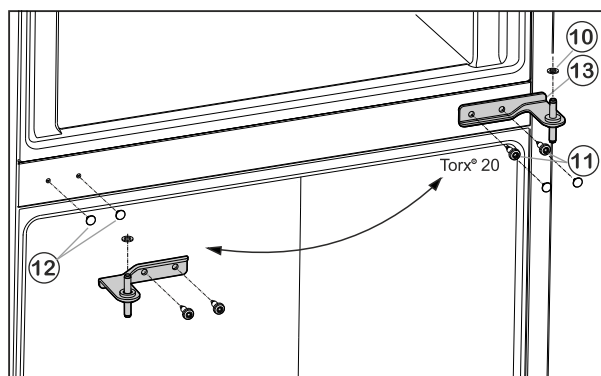

Fig. 6
- Abdeckungen Fig. 6 (12) vorsichtig abziehen und auf der Gegenseite wieder aufsetzen.